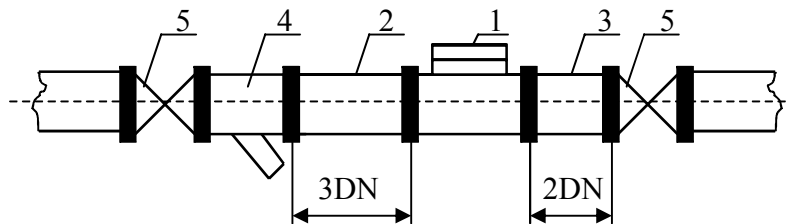

Рис.3 Рекомендована схема встановлення лічильника
8.2. Лічильники необхідно встановлювати в місцях, зручних для зняття показань, технічного обслуговування і монтажу/демонтажу (рис.3). Обов'язковою умовою є повне заповнення трубопроводу водою під час експлуатації.